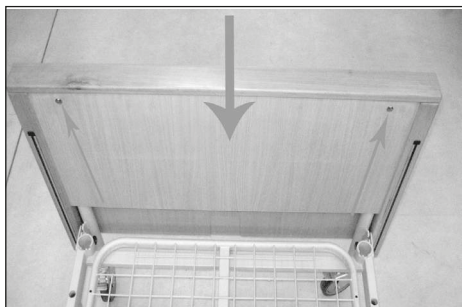

Fig.43
3. Montare la testiera e la pediera in legno sul relativo telaio inserendole dall'alto verso il basso. Successivamente bloccarle con le 4 viti testa a croce (Fig.43)